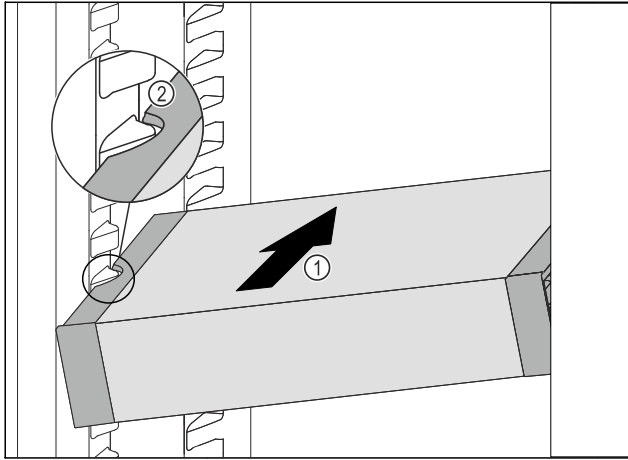

Fig. 123
- ▶ A VarioSafe fiókot ferdén tolja be a hűtőrészbe Fig. 123 (1) annyira, hogy a VarioSafe oldalsó kivágásai Fig. 123 (2) a hűtőrészben a tartóborda magasságában legyenek.